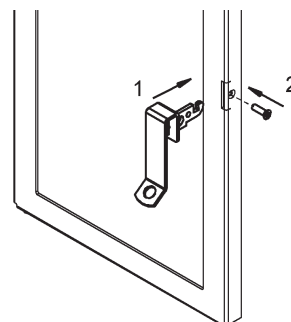

Bild 2.1.2. montering av luckans handtag
- Montera i KT-H-modellen hissluckans handtag i änden av den förlängda luckan (bild 2.1.2.)